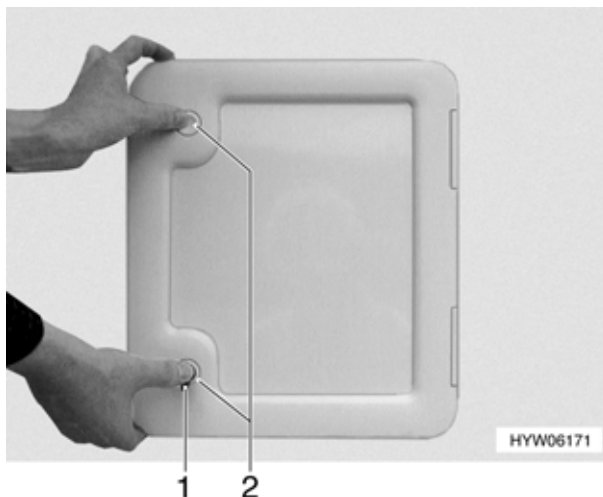

Fig. 178 Apertura dello sportello della cassetta Thetford
Lo sportello della cassetta Thetford (Fig. 178) si trova all'esterno dell'autocaravan:
- Aprire la serratura girevole (Fig. 178,1) con la chiave.
- Premere contemporaneamente entrambe le serrature a pressione (Fig. 178,2) e aprire lo sportello della cassetta Thetford.